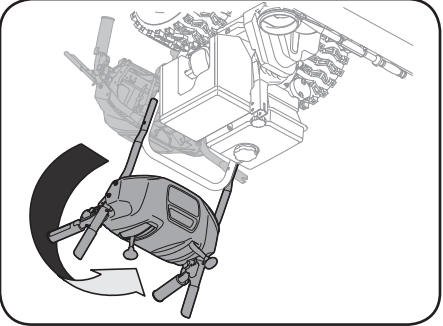

Figure 2-4
5. Redressez le guidon supérieur, alignez le guidon supérieur avec le guidon inférieur. Voir la Figure 2-4.